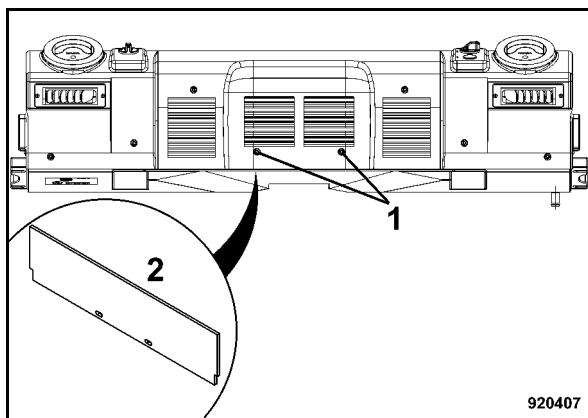

Fig. 147
- Svitare le viti (1) (Fig. 147).
- Estrarre il filtro (2) verso il basso.